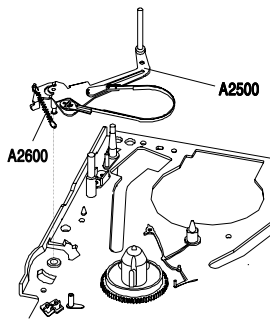

Fig. 15
- Feder (Pos. A2600, Fig. 15) am Laufwerkschassis aushängen.
- Bandzugfühler (Pos. A2500) einsetzen und Feder (Pos. A2600, Fig. 15) einhängen.